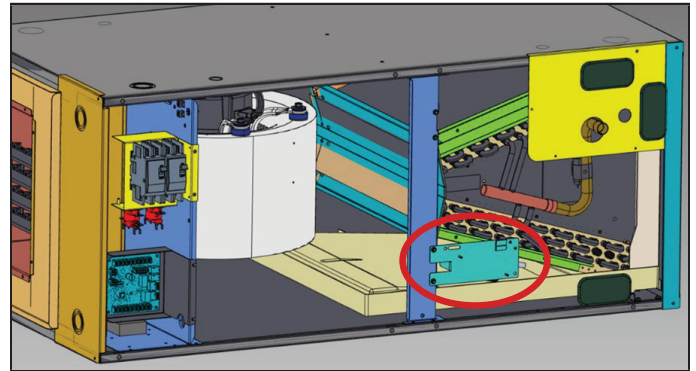

FIGURA 10
- 3 - Después de volver a colocar el conjunto del serpentín y el soporte central en la unidad y quitar los paneles de la unidad de manejo de aire, instale el conjunto del soporte del sensor en el soporte central alineando los orificios, como se muestra en la FIGURA 10.